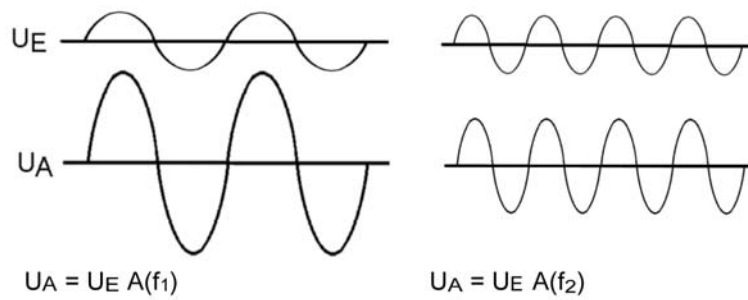

Abbildung 4.4.2 Die Ausgangsamplitude nimmt mit wachsender Signalfrequenz ab (Amplitudengang)
- jeder elektrische Einrichtung hat parasitäre Kapazitäten gegen das Bezugspotential (= Masse) und ist somit letzten Endes ein Tiefpaß, also bandbreitenbeschränkt. Die Verstärkung ist frequenzabhängig; sie nimmt mit wachsender Frequenz ab (Abbildung 4.4.2).